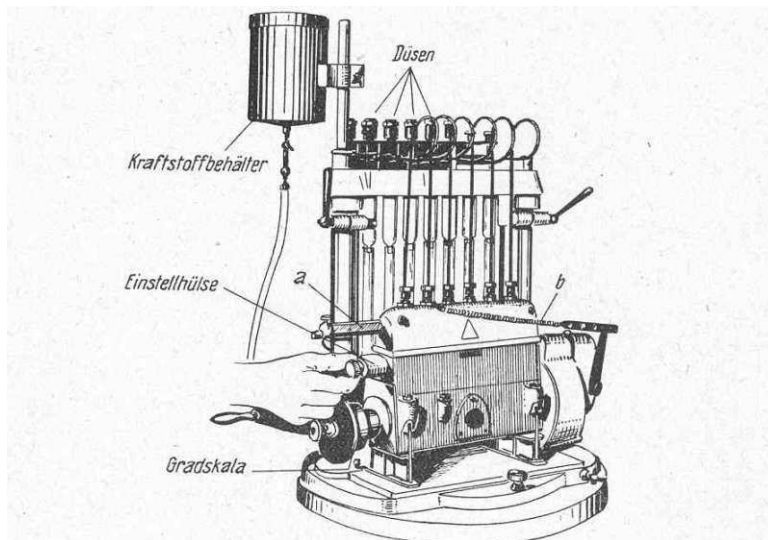

Bild 11 Prüfen einer Deckel Einspritzpumpe
2. Zugfeder b anhängen, die die Reglerstange auf volle Füllung zieht (Bild 11)